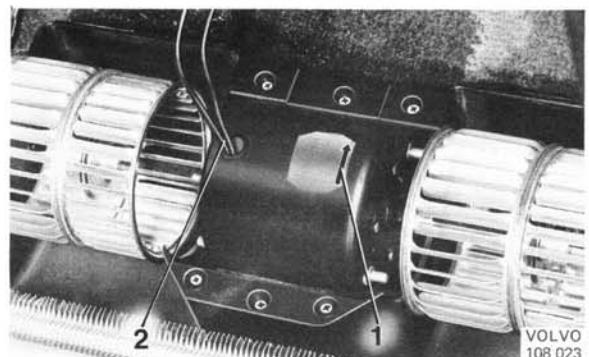

Abb. 87 Anbringung des Gebläsemotors im Klimaaggregat
12. Turbinenräder mit Hilfe eines inwendigen Sechskantschlüssels von der Motorwelle lösen. Bei Umrüstung der Turbinenräder auf den Gebläse-Austauschmotor ist darauf zu achten, daß sie im Verhältnis zum Drehsinn des Motors auf der gleichen Seite eingebaut werden wie ursprünglich. Die Drehrichtung des Gebläsemotors ist durch den Pfeil (1, Abb. 87) auf der Motorabdeckung angezeigt.
13. Gebläsemotor mit dem Richtungspfeil (1, Abb. 87) vom Verdampfer wegzeigend und den el. Leitungsenden (2) nach oben gerichtet in das Klimatorgehäuseunterteil setzen.